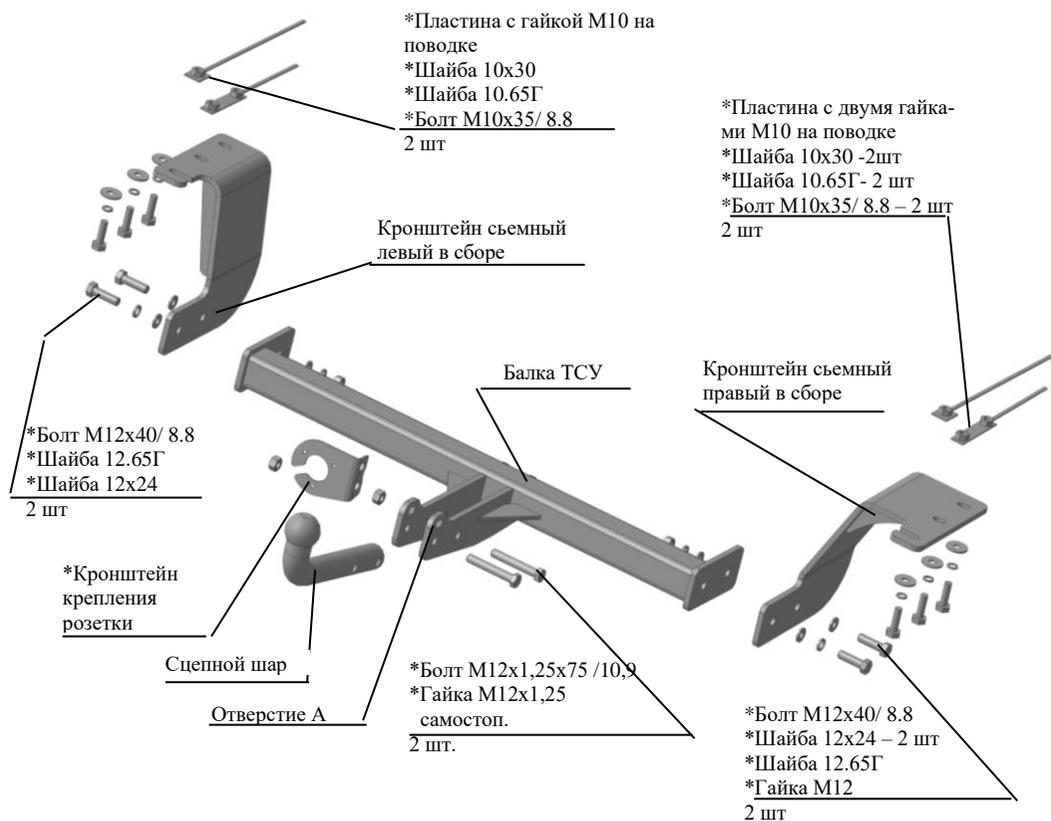

Рис.1 Тягово-сцепное устройство 8170.
2.1 ТСУ 8170 в сборе (рис.1)	1 шт.
2.2 Пакет с комплектующими (см. рис.1)	1 шт.
4.3 Установить закладные пластины с гайкой М10 на поводке (через отверстия в нижних полках лонжеронов) и закрепить кронштейны съемные левые и правые к лонжеронам крепежом соответственно рис. 1. Крепеж не затягивать.
4.4 Установить закладные пластины с двумя гайками М10 на поводке и закрепить кронштейны съемные к лонжеронам крепежом соответственно рис.1. Крепеж не затягивать.
4.5 Прогнать резьбовые отверстия в балке метчиком М12. Установить балку ТСУ, закрепив ее к боковым съемным кронштейнам болтами М12х40 и крепежом соответственно рис.1. Крепеж не затягивать.